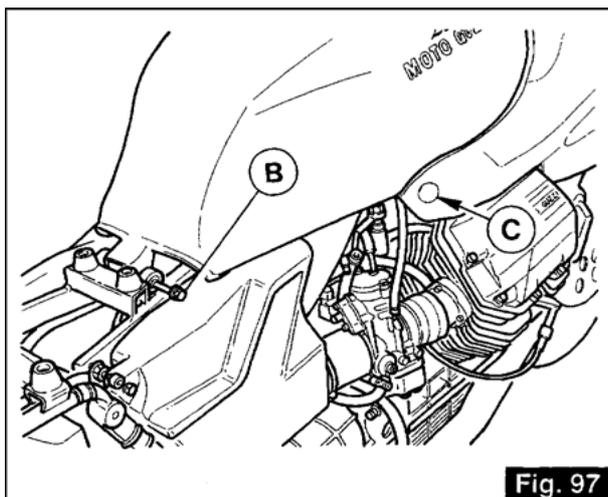

Fig. 97
11.4 REMPLACEMENT DU FILTRE À AIR (fig. 97, 98 et 99)